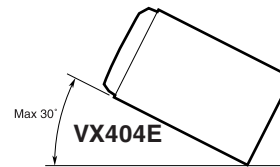

Figure 2
2. Installez l'appareil avec une inclinaison de 30° maximum. (Figure 2)